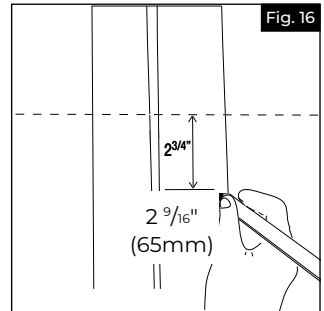

Fig. 16
- Trazar una marca a $2\frac{9}{16}$ " (6,50 cm) por debajo de la línea del pasamanos para establecer la ubicación del soporte de esquina interior (Fig. 16).